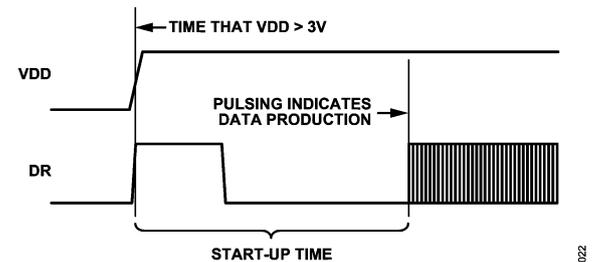
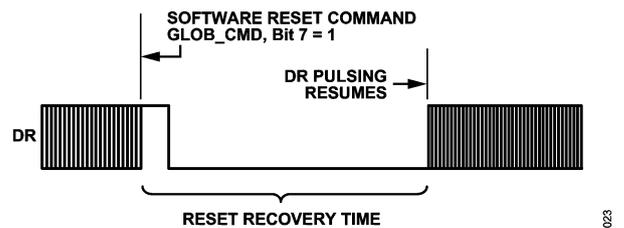
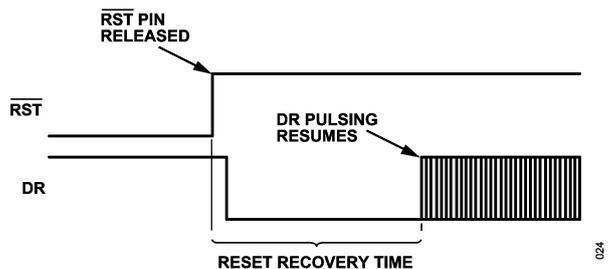

図 36. 起動時のデータ・レディ応答
図 37. ソフトウェア・リセット (レジスタ GLOB\_CMD、ビット 7 = 1) からの復帰時のデータ・レディ応答
図 38. リセット ( $RST = 0$ ) からの復帰時のデータ・レディ応答
起動時やリセットからの復帰プロセス時、データの生成が始まる前にデータ・レディ (DR) 信号にトランジェントが見られる場合があります。図 36 に起動時の DR 応答の例、図 37 と図 38 にリセット・コマンドからの復帰時の DR 応答の例を示します。